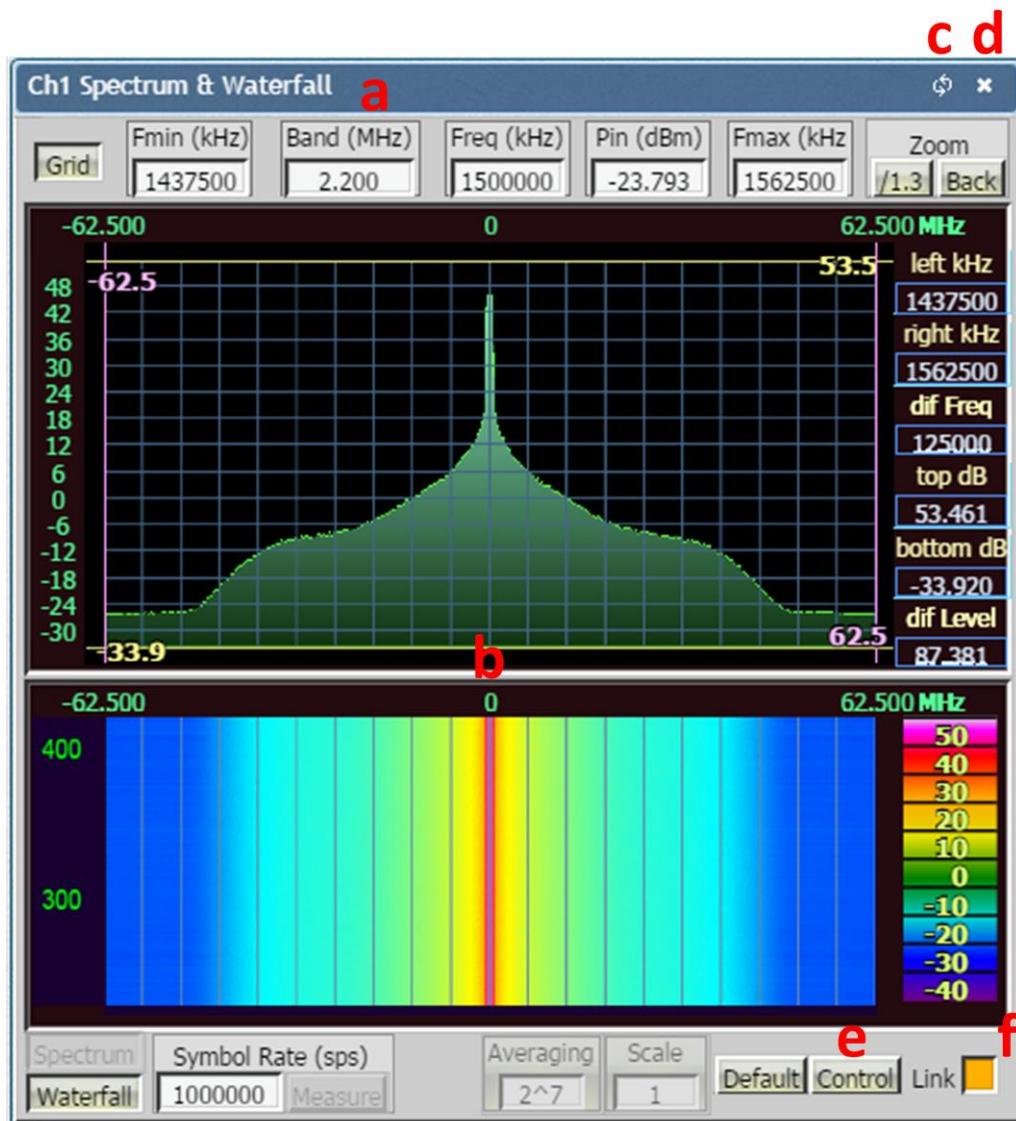

Рисунок 8.6 – Элементы окон веб-инструмента
8.4.7 Каждое окно веб-инструмента имеет следующие одинаковые для всех веб-инструментов элементы и органы управления (см. рисунок 8.6 – на примере веб-инструмента «Spectrum & Waterfall»):